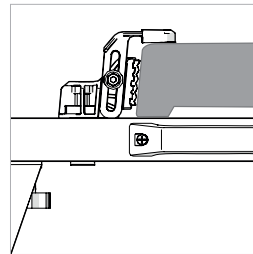

Abb. 18
- Falls erforderlich, justieren Sie die sekundären klemmen für eine verbesserte positive Positionierung und zusätzlichen Halt auf der Oberseite des Kappsägesockels. (Abb.18) Ziehen Sie diese mit dem mitgelieferten Sechskantschlüssel fest.